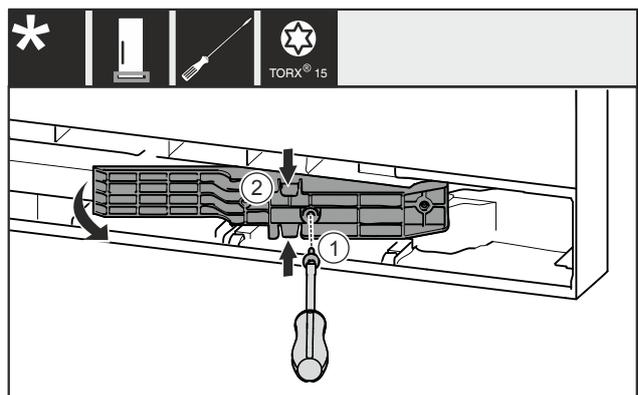

Fig. 12 *
- ▶ Rimuovere la vite Fig. 12 (1)*
- ▶ Comprimere leggermente l'adattatore Fig. 12 (2) in alto e in basso ed estrarlo.*